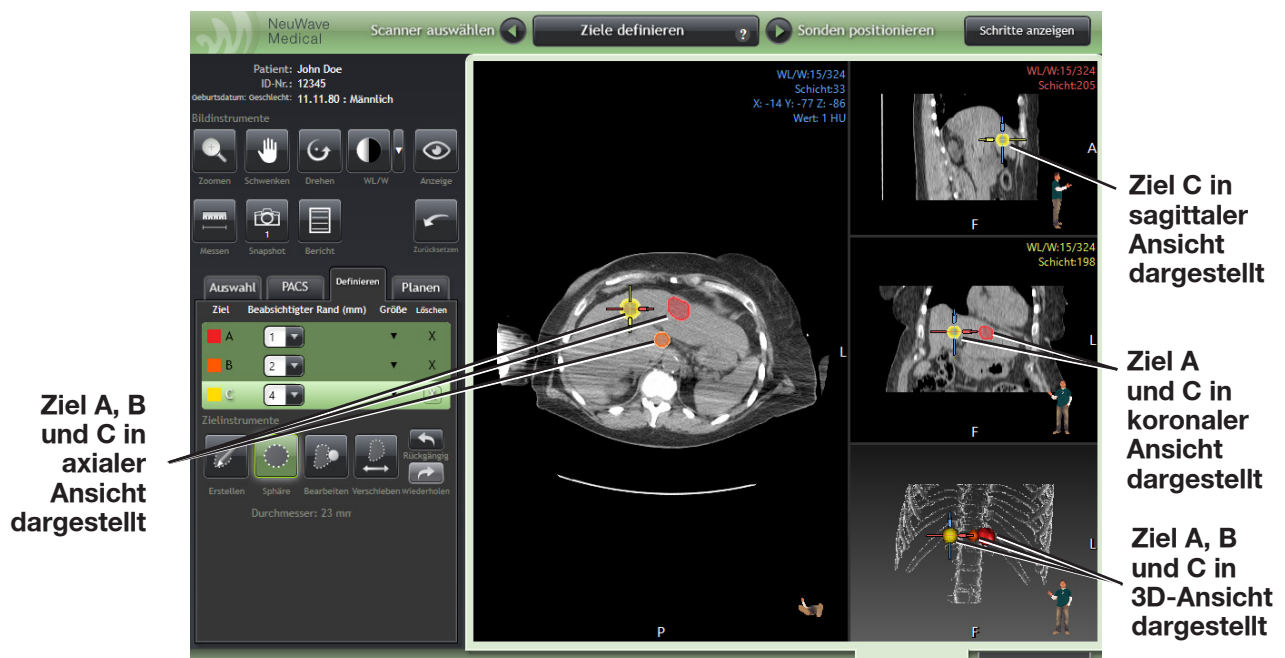

Abbildung A-7: Das Werkzeug „Sphäre“. Der Bildschirm „Ziele definieren“ zeigt das aktive Werkzeug „Sphäre“ (grüner Hintergrund) im unteren linken Bereich.
Verwenden Sie das Werkzeug **Sphäre**, um schnell ein perfekt kugelförmiges Ablationsziel zu erstellen, anstatt das Ziel mit dem Werkzeug **Erstellen** zu segmentieren (Abbildung A-7). Sie können das Werkzeug **Sphäre** auch verwenden, um einen behandelten Bereich zu definieren.
5. Beginnen Sie mit der Erstellung des Ziels. Versuchen Sie, die Maus in der aktiven Bildansicht über dem Gewebe zu zentrieren, das Sie abtragen möchten. Das Werkzeug zeigt eine Vorschau des Bereichs an, indem es einen grünen, kugelförmigen Rahmen um den Bereich legt, in dem Sie zuerst den Zeiger des Werkzeugs platziert haben, wie in Abbildung A-7 dargestellt.
6. Drehen Sie das Mauseisrad nach vorne, um den Durchmesser der Kugel zu vergrößern. Drehen Sie das Mauseisrad zurück, um den Durchmesser zu verkleinern. Der Durchmesser des kugelförmigen Ziels wird sowohl neben der gezeichneten Kugel als auch neben der Schaltfläche des Werkzeugs **Sphäre** angezeigt. Klicken Sie mit der linken Maustaste, wenn der gewünschte Zielbereich durch einen grünen Vorschaurahmen umgeben wird. Wenn Sie fertig sind, erhält das Ziel die Farbe, die in der Tabelle für die Zielauswahl links im Bildschirm zugeordnet wurde (Abbildung A-7).
7. In der axialen Ansicht des in Abbildung A-7 gezeigten Beispiels wurden zwei Ziele mit dem Sphären-Werkzeug erstellt: ein Ziel mit 20 mm Durchmesser (B, orangefarbener Umriss) und ein Ziel mit 23 mm Durchmesser (C, gelb). Der Referenzpunkt (Fadenkreuz) befindet sich in der Mitte von Ziel C, so dass Ziel C in der sagittalen Ansicht und die Ziele A und C in der koronalen Ansicht zu sehen sind. In der Tabelle für die Zielwahl im linken Bereich werden die definierten Ziele A, B und C angezeigt, wobei die beabsichtigten Ränder auf 1, 2 bzw. 4 mm eingestellt sind.